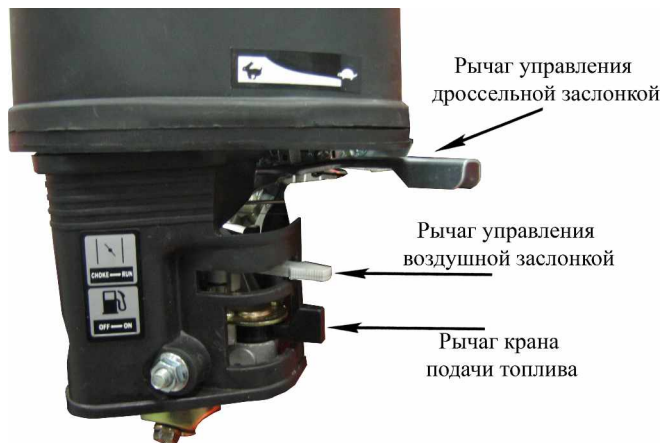

Рис. 9.
2. Установить рычаг крана подачи топлива в положение "ON" ("Включено"). См. Рис. 9.